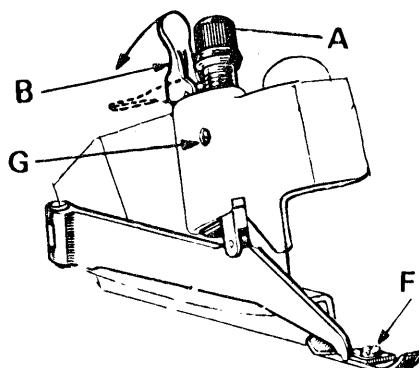

fig. 19
4. Abbassare a fondo la levetta B (fig. 19).
c) Posizionamento e regolazione pressione del piedino (fig. 19)